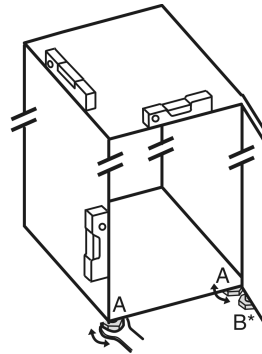

Fig. 34
- Svitare i piedini regolabili Fig. 34 (A) con la chiave a forchetta contenuta nella fornitura e con l'aiuto di una bilancia idrostatica, finché l'apparecchio non si trova in posizione stabile e piana.
- Con la chiave a forchetta in dotazione, svitare il piedino regolabile Fig. 34 (B) sul cuscinetto di supporto inferiore, fino a farlo appoggiare sul pavimento.
- Continuare a ruotare il piede di regolazione Fig. 34 (B) per un massimo di 90°, per evitare un danno alla porta.